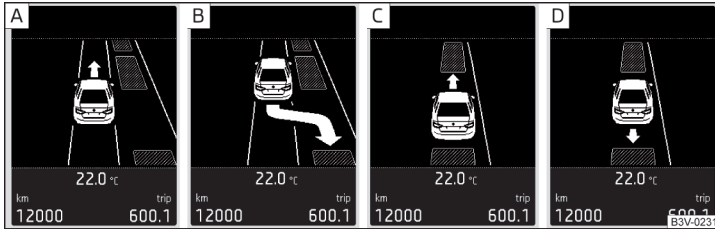
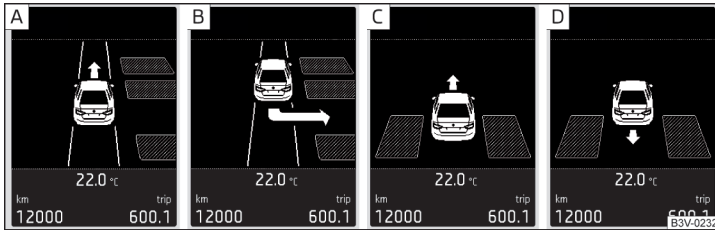

Abb. 286 In eine Längsparklücke einparken: Displayanzeige
Abb. 287 In eine Querparklücke einparken: Displayanzeige
Findet das System eine Parklücke, dann wird im Display der empfohlene Parkmodus angezeigt » Abb. 286 auf Seite 243 - A oder » Abb. 287 auf Seite 243 - A.
**Displayanzeige** » Abb. 286 oder » Abb. 287
Die gefundene Parklücke wird im Display angezeigt » Abb. 286 - **A** oder
» Abb. 287 - **A**.